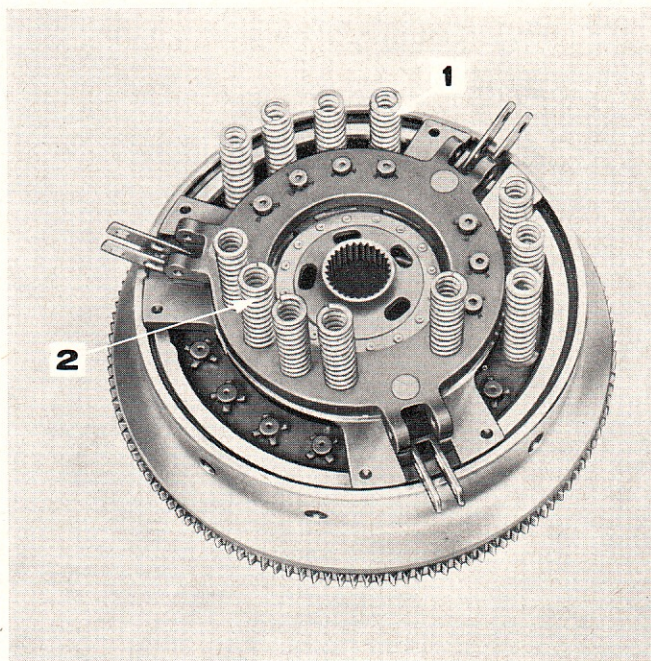

Figure 30: Plateaux d'embrayage équipés de quelques ressorts
5. Poser les ressorts sur les bossages des plateaux d'embrayage. Les ressorts bleus correspondent aux plateaux de transmission, les ressorts violets aux plateaux de prise de force (Figure 30). Placer le couvercle sur les ressorts.